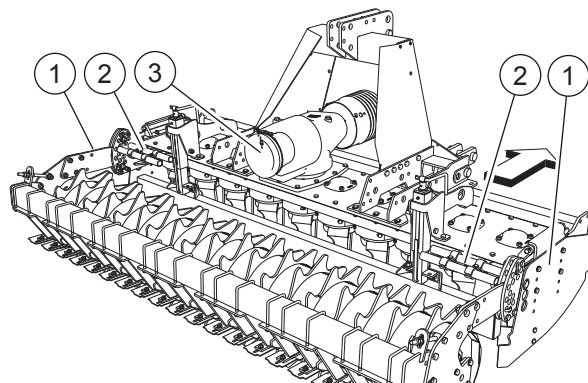

FIG. 23
- Seitlicher Schuttscharnier (1, „Fig. 23“).
- Schutzschläuche gegen den Zugang des Werkzeugbereiches (2, „Fig. 23“).
- Zapfwellenschutz hintere Seite (3, „Fig. 23“).